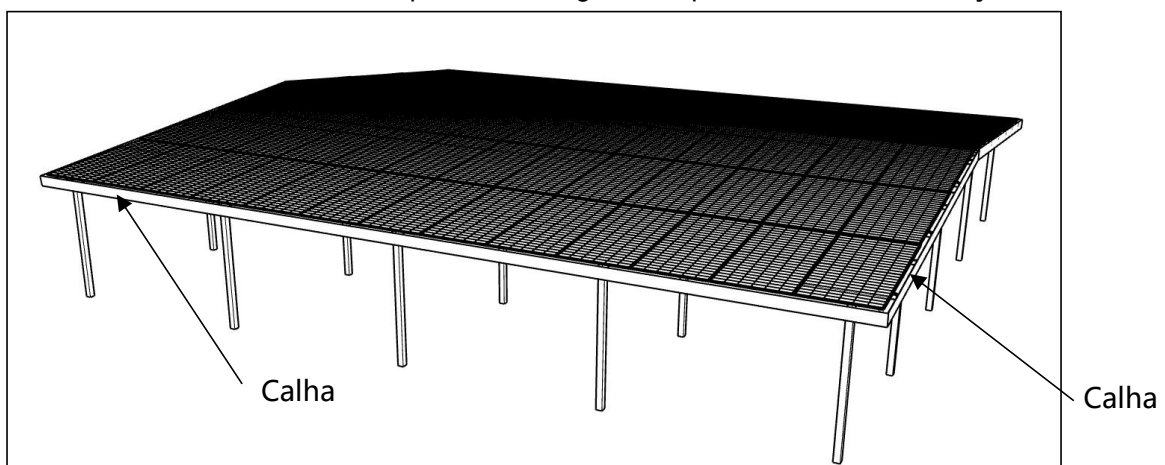

Figura 29
- 18 Instale a calha acabada ao redor do perímetro (Figura 29) para concluir a instalação.